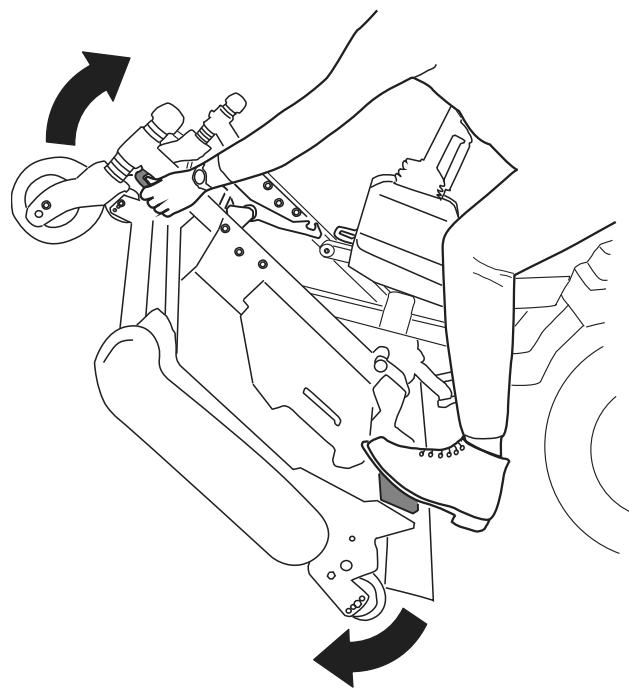
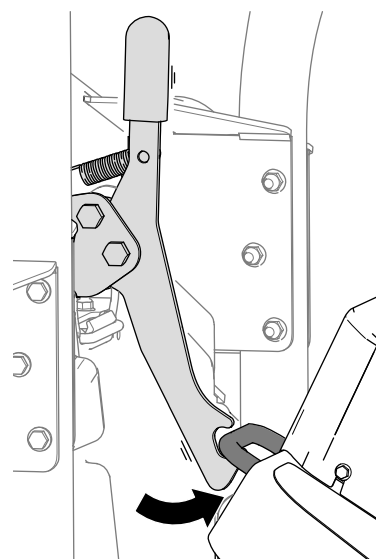

Figure 37
Figure 38
5. Tournez l'unité de coupe (Figure 37) de sorte que le verrou s'enclenche sur l'anneau d'arrimage (Figure 38).
1. Dégagez le verrou de l'unité de coupe de l'anneau d'arrimage (Figure 39) en faisant pivoter légèrement l'unité de coupe vers l'avant (voir Figure 37) et en tirant la poignée de verrouillage vers l'avant.